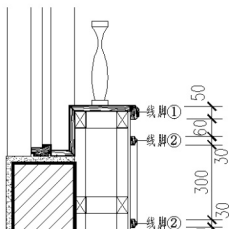

图 5.110 复制花瓶
单击【修改】工具栏上的【复制】图标 ，启动【复制】命令。复制立面图中的花瓶，花瓶底部中点与 20 厚硬木板表面中点重合，结果如图 5.110 所示。
② 按住 Shift 键右击, 弹出【对象捕捉】快捷菜单, 单击【捕捉自】图标.
③ 在指定第一个角点或 [倒角(C)/标高(E)/圆角(F)/厚度(T)/宽度(W)]: _from 基点: 提示下, 捕捉图 5.110 中的花瓶的左上角点(即以该点作为确定矩形左下角的基点)。